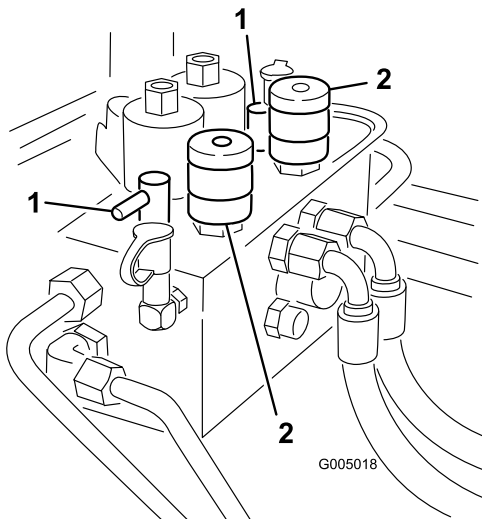

Bild 83
3. Machen Sie die Spindeldrehzahl-Handräder und Läppen-Handräder (Bild 83) ausfindig. Drehen Sie die gewünschten Läppen-Handräder auf die Läppen-Stellung sowie das gewünschte Spindeldrehzahl-Handrad auf die Stellung 1.